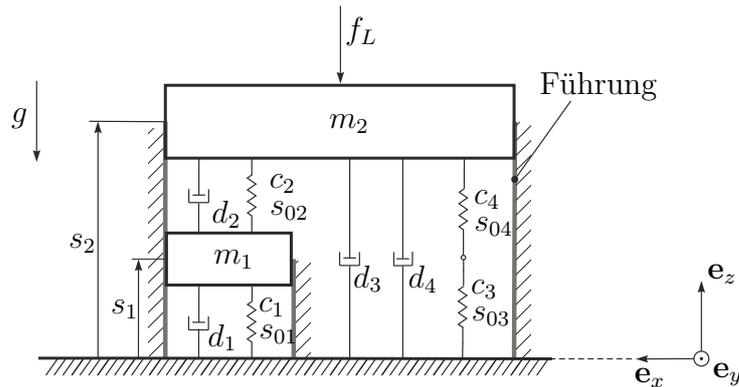

Abbildung 3: Feder-Masse-Dämpfer System mit zwei Massen.
3. Es wird nun das mechanische Feder-Masse-Dämpfer System aus Abbildung 3 betrachtet. 10.5 P. |
Gegeben sind die Massen m_1 und m_2 , die linearen Dämpferelemente mit den positiven Dämpfungskoeffizienten d_1, d_2, d_3 und d_4 , die linearen Federelemente mit den positiven Federsteifigkeiten c_1, c_2, c_3 und c_4 sowie den entspannten Federlängen s_{01}, s_{02}, s_{03} und s_{04} . Auf beide Massen wirkt die Erdbeschleunigung g . Die Massen sind ideal (reibungsfrei) geführt und somit wird eine Verdrehung der Massen verhindert. Es kann damit nur eine Bewegung in z -Richtung stattfinden, siehe dazu auch Abbildung 3.